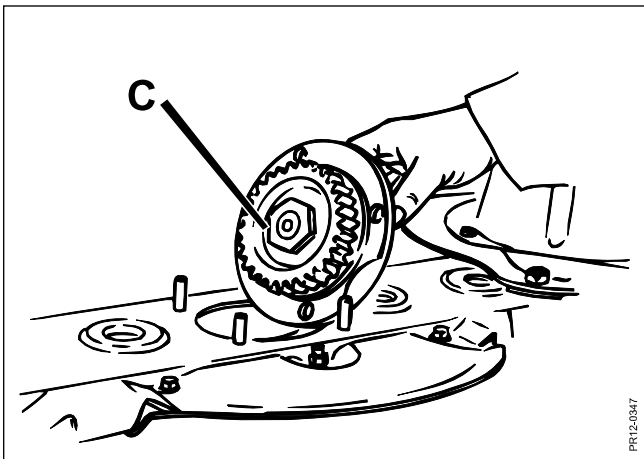

Fig. 5-27
**Fig. 5-27** La barra di taglio usufruisce dei vantaggi del sistema Top Service ogni ingranaggio ha un mozzo **C** sotto i dischi che ne facilita le operazioni di manutenzione e sostituzione.